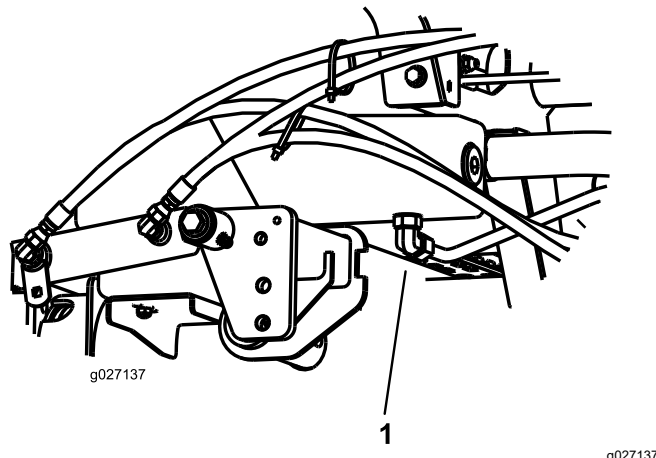

Figura 73
3. Coloque um recipiente de escoamento grande debaixo da união presa à parte de baixo do reservatório do fluido hidráulico (Figura 73).